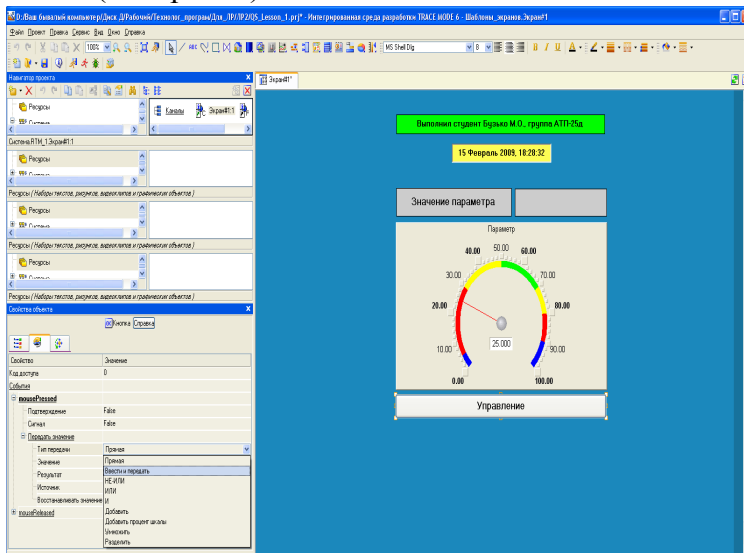

Рис. 4
4.2.5. У меню настроек выбраной команды в полі, що розкрилося, **Тип передачі** вибрати із списку **Ввести і передати** (див. рис. 4):